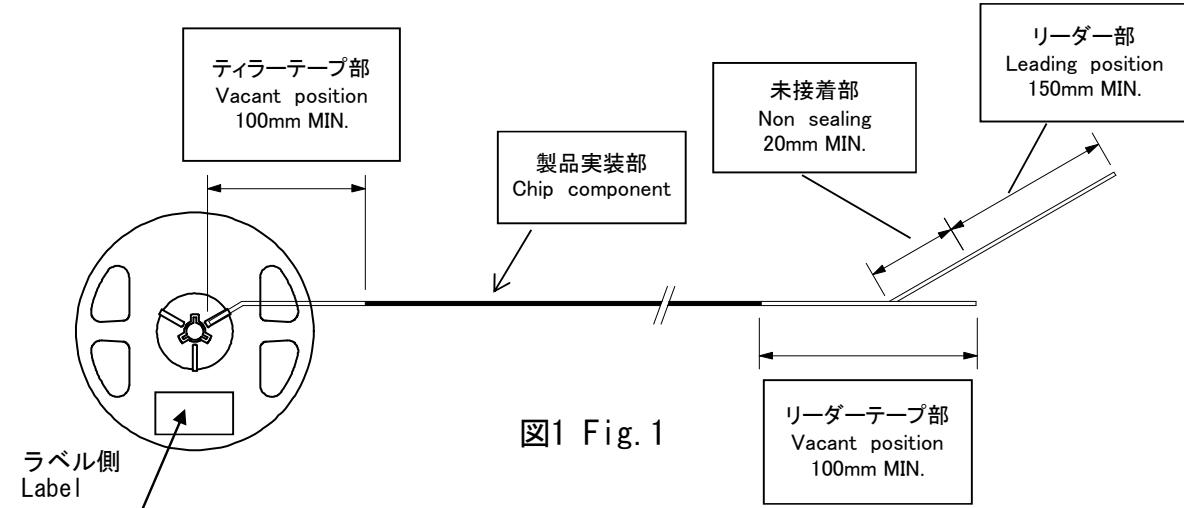

図1 Fig. 1
6.4. テーピングの巻き状態 Taping method ..... 図1 に依る。Fig.1